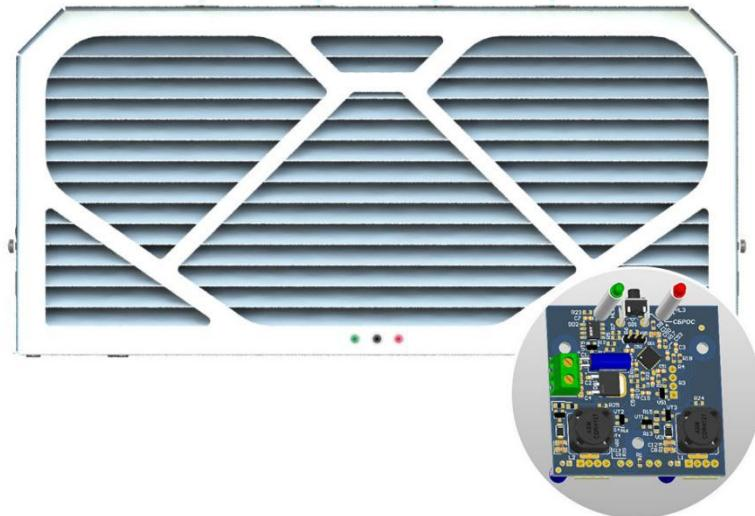

Рисунок 2
8.6. Для обнуления счетчика работы ламп необходимо при выключенном питании зажать кнопку сброса на торцевой панели (см. рисунок 2.) и включить рециркулятор. При появлении световой индикации (поочередное моргание красного и зеленого индикатора) отпустить кнопку сброса и выключить питание.